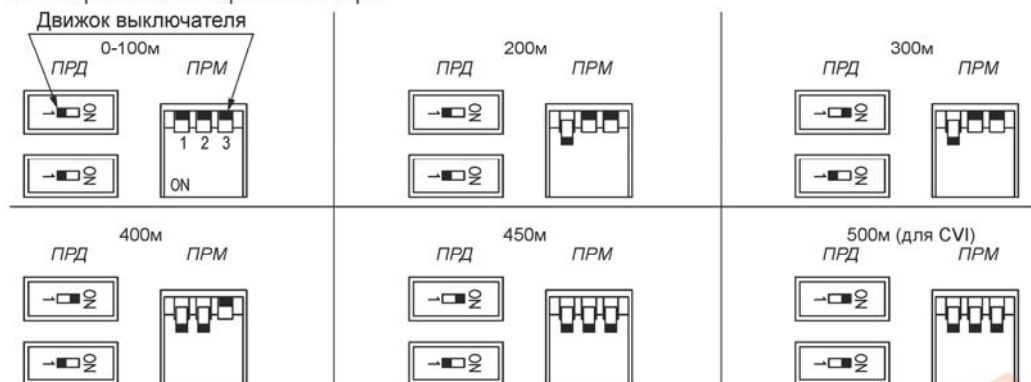

Рис.4 Выбор дальности переключателями дальности (на задней стенке корпуса передатчик - ПРД и передней панели приёмника - ПРМ)
2. Положение переключателей передатчика и приемника для разных дальностей показано на рис.4.